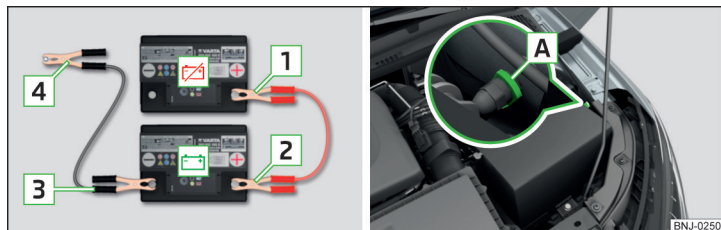

Fig. 188 Ayuda de arranque: - batería descargada, - batería que suministra corriente / punto de masa del motor en el sistema START-STOP
- En vehículos **con** el sistema START-STOP, fijar el borne en el punto de masa del motor » fig. 188.